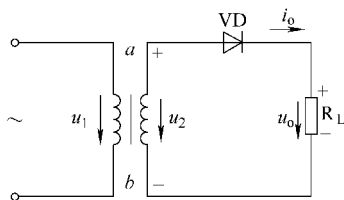
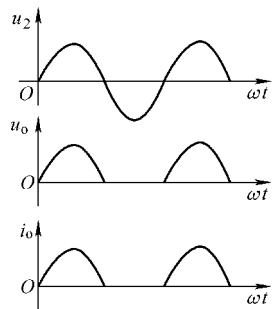

图 2-35 单相半波整流电路
图 2-36 单相半波整流电路的波形图
1) 半波整流电路。图 2-35 所示为一个单相半波整流电路,它由变压器、二极管 VD 及负载电阻 R_L 组成。半波整流电路的输入、输出波形如图 2-36 所示。
由图 2-36 可以看出,利用二极管的单向导电性可将极性变化的交流电变为单向脉冲的直流电。在这里,二极管 VD 起整流作用。